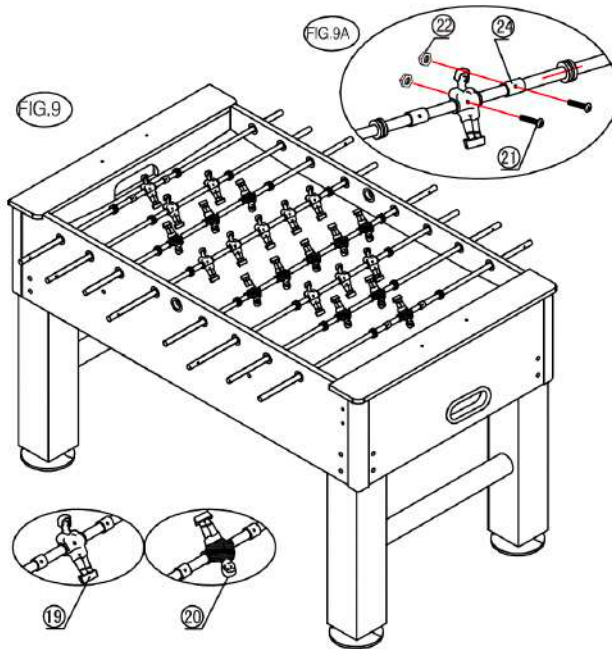

FIG. 10.
15) Fija las dos copas de retorno de bolas (#26) a las placas laterales (#1) usando tres tornillos de cabeza plana (#13) por lado. Véase FIG.10 y 10A.